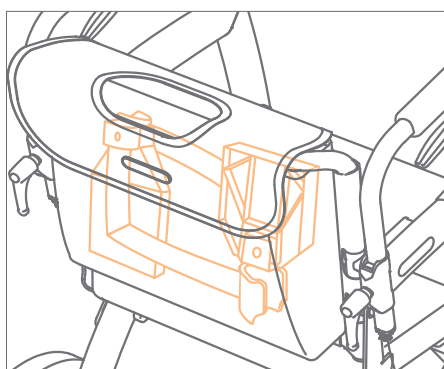

Abbildung 50: Fußstützen gespiegelt verstauen.
- Entfernen Sie die Fußstützen vom Rahmen. Schieben Sie die Fußstützen nach oben, bis sie aus den Fußstützenhaltern gelöst sind. Legen Sie sie zurück in die Tasche des Rollz Rollstuhlpakets und spiegeln Sie sie zueinander (**Abbildung 50**).